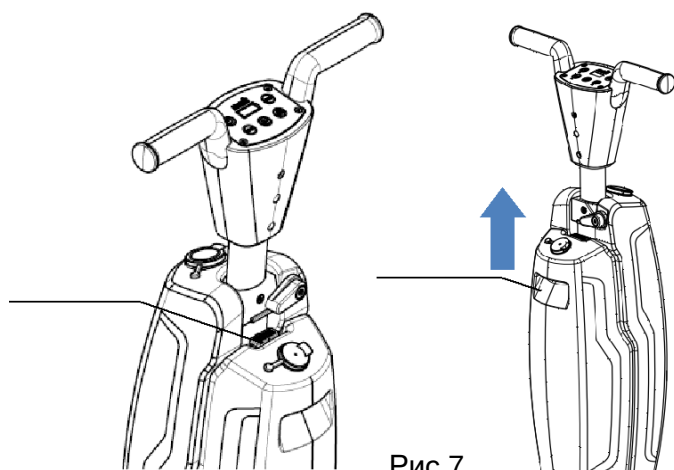

Рис.7
6. Нажмите на фиксатор бака для чистой воды, снимая блокировку. Поднимите бак, взявшись за ручку, и снимите его для заполнения водой (Рисунок 7). После заполнения водой установите бак на место.